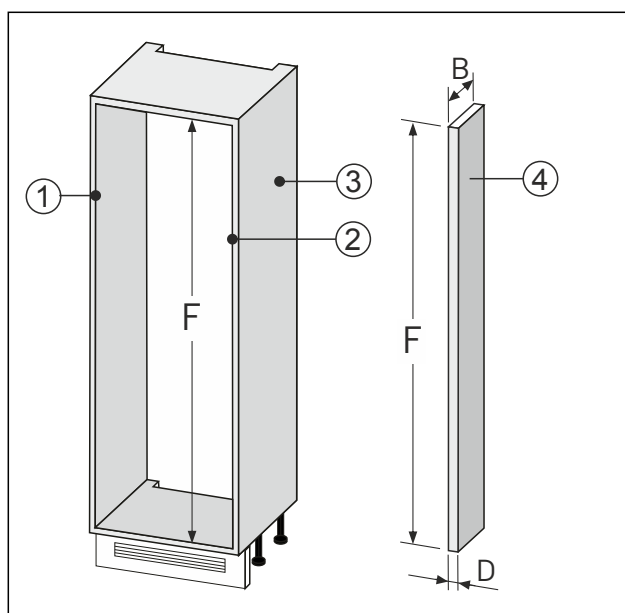

Fig. 89
- Realizzare l'elemento di compensazione a parete Fig. 89 (4) secondo le dimensioni sopra indicate.